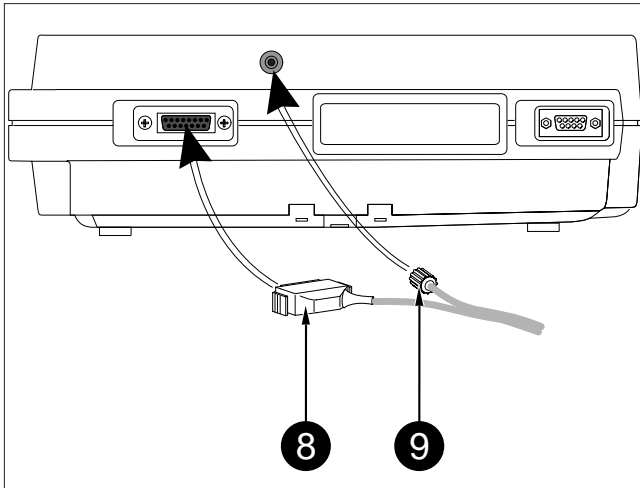

Bild 3-1. Anschließen des Applikationssystems an einen CardioSmart mit integrierter Saugpumpe
Haben Sie einen Kardiographen oder eine CORINA mit integrierter Saugpumpe, so müssen Sie lediglich den Patientenleitungsstecker (8) einstecken und die Verbindung zur Saugpumpe (9) herstellen (z.B. CardioSmart, Bild 3-1).